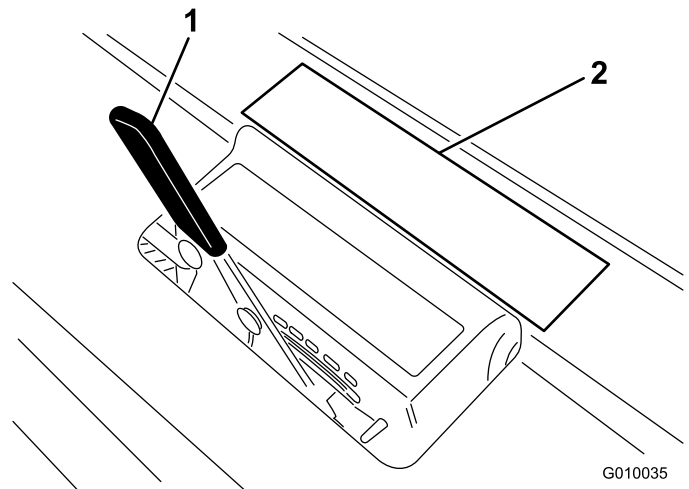

Bild 27
2. Legen Sie den Stachel auf das Schild für die Stacheltiefe (Bild 27). Richten Sie ein Ende mit der gewünschten Aerifiziertiefe aus (siehe das Stacheloverlay auf dem Schild).